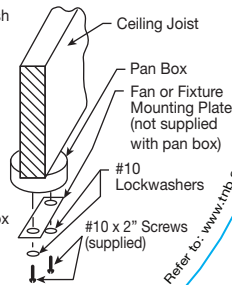

Fig. 2
- 6) Mount the ceiling fan or fixture mounting plate to the pan box using the two supplied #10 x 2" lg. screws and two #10 lockwashers. Pass the screws through the ceiling fan or fixture mounting plate then through the pan box clearance holes into the ceiling joist. Tighten screws snugly, see Fig. 2.
- 6) Fixer la plaque de montage du ventilateur de plafond ou du plafonnier à la boîte d'encastrement à l'aide des deux vis no 10 x 2 po et deux rondelles frein no 10 fournies. Passer les vis par la plaque de montage et les trous de passage de la boîte d'encastrement dans la solive. Bien serrer les vis., voir Fig. 2.
- 6) Monte la placa de fijación del ventilador de techo o lámpara a la caja de conexiones redonda con los dos tornillos #10 x 2" de longitud y dos arandelas de seguridad #10 suministrados. Pase los tornillos a través de la placa de montaje del ventilador de techo o lámpara y luego a través de los agujeros de paso de la caja de conexiones redonda y atornillelos a la viga del techo. Apriete los tornillos firmemente, vea fig. 2.